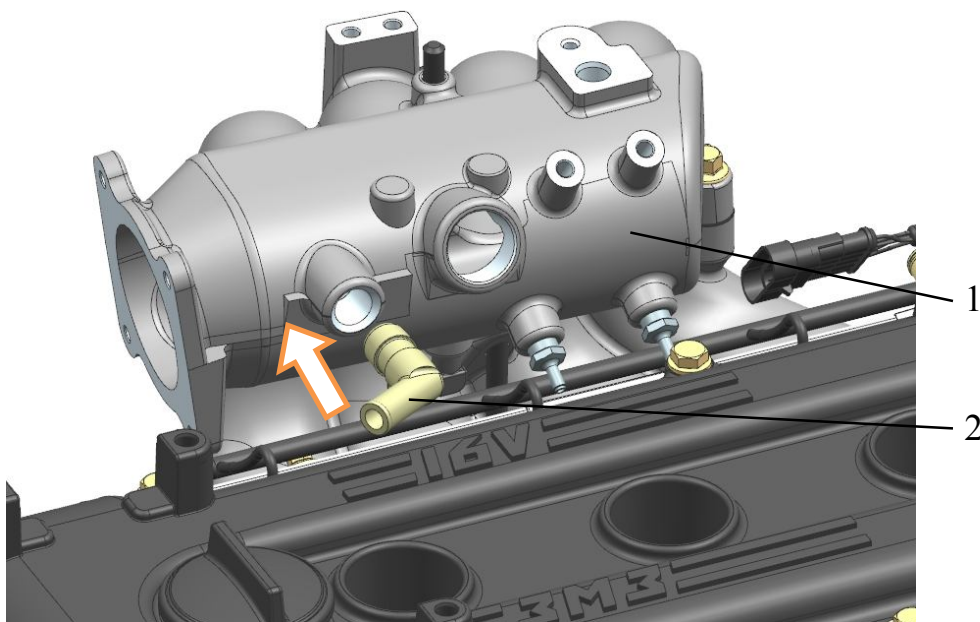

Рис.188. Установка в ресивер штуцера забора вакуума:
**28.** Нанести на резьбу штуцера 2 (рис.188) анаэробный герметик «Фиксатор-6» или аналогичный («Стопор-6», «Техногерм-5», «Гермикон-2К»). Установить штуцер в ресивер, завернув его моментом 7,0 Н·м (0,7 кгс·м) и довернув до положения присоединительным патрубком вперёд.